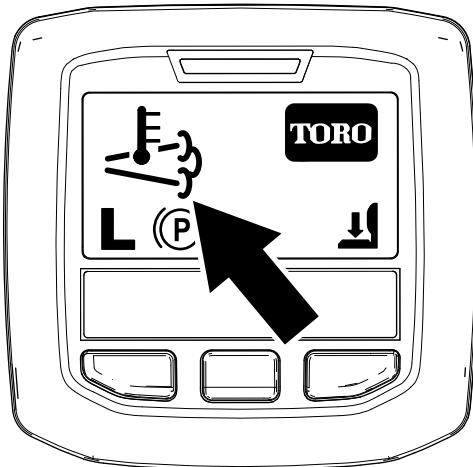

Figura 48
- El ícono de temperatura alta de los gases de escape  aparece en el InfoCenter (Figura 48).